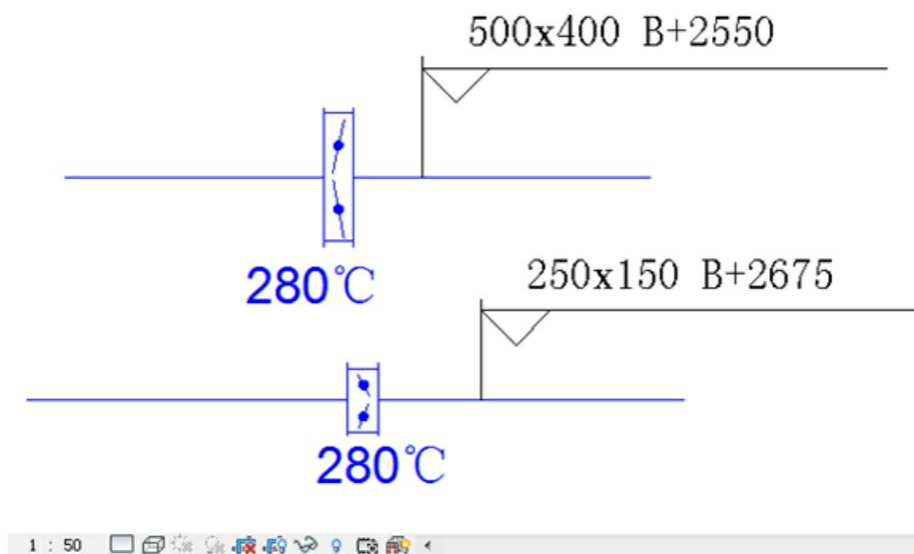

图7-274
(3) 这样可以保证平面图中粗略、中等和精细模式下，风管附件和末端都显示二维图标。载入项目中的效果如下。
① 粗略模式，如图7-274所示。